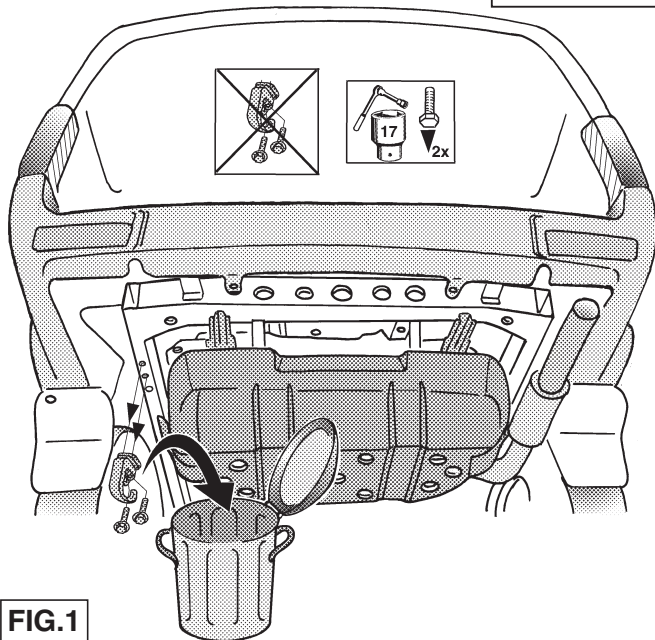
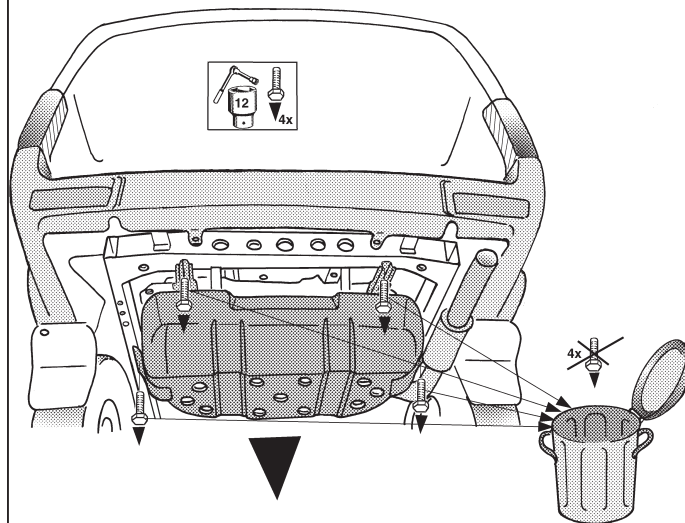

FIG.1
FIG.2
1. Demontera dragögglan enligt fig. 1. Dragögglan sätts ej tillbaka. Ta bort tankskyddet av metall, se fig. 2. Tankskyddets fästsruvar sätts ej tillbaka. Lossa avgasröret från chassit vid den bakersta upphängningspunkten.
1. Demonter slæbøjet ifølge fig. 1. Slæbøjet anvendes ikke længere. Fjern ifølge fig. 2 tankens metalskærm. Montageboltene til skærmen anvendes ikke længere. Demonter udstødningen fra chassiset ved det yderste ophæng.
1. Desmontar el anillo de enganche de acuerdo con la fig. 1. El anillo de enganche no se volverá a poner. Retirar de acuerdo con la fig. 2 la protección metálica del depósito. Los tornillos de fijación de la protección del depósito no se volverán a poner. Desprender del chasis el tubo de escape a la altura del último punto de suspensión.